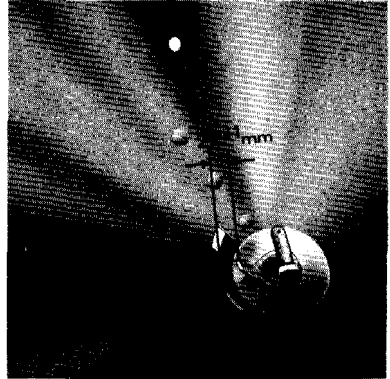

Abb. 8
7. Abstand zwischen Rührfinger und Trichterwand prüfen. Der Rührfinger soll parallel zur Trichterwand stehen und zu ihr einen Abstand von $27 + 1$ mm haben (siehe Abb. 8).
3. Nach dem Einbau des Rührkopfes ist darauf zu achten, daß der Abstand zwischen Rührfinger, gemessen von der Kante der aufgeschweißten Schneide und Trichterwand, nicht größer als $27 + 1$ mm ist (siehe Abb. 8) – eventuell Nachrichten. Außerdem darf der Rührkopf nicht auf dem Trichterboden schleifen. Bei Berühren Trichterboden etwas nach unten drücken!